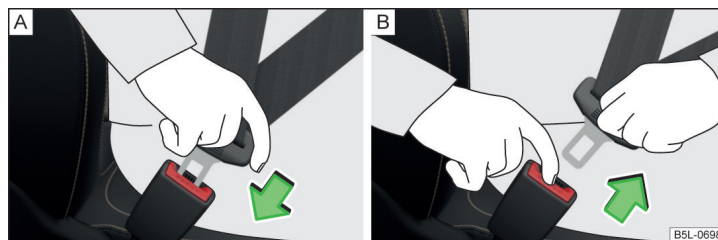

Fig. 6 Fixarea sau desfacerea centurii de siguranță
- Introduceți clema de fixare în catarama aferentă a centurii de siguranță » fig. 6 - [A] până când se fixează cu un declic.
- » fig. 6 - , limba centurii sare afară.